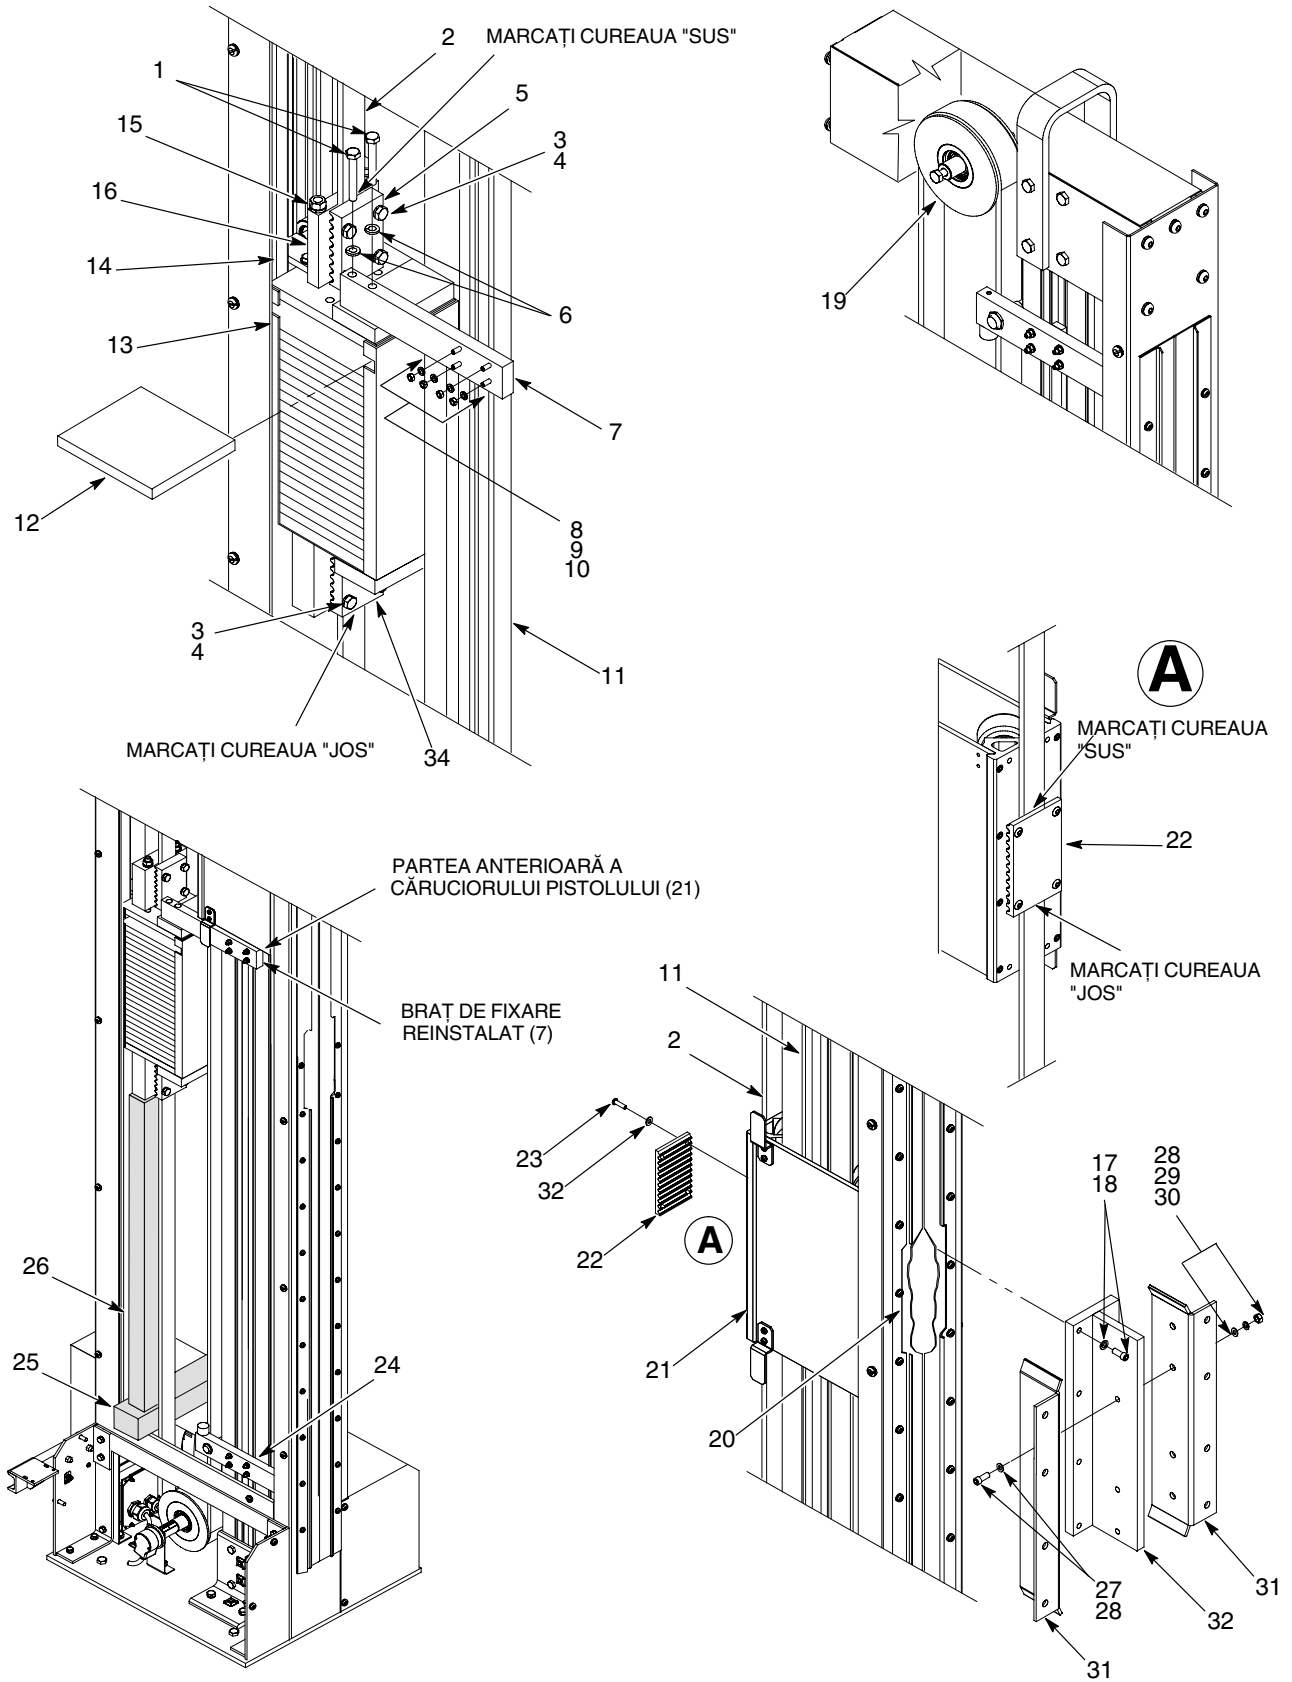

Figura 14 Montarea suportului căruciorului pistolului
4. Demontați pistoalele și suportul barei pistolului de pe placa de montare a pistolului (18).
5. Înregistrați numărul de contragreutăți (8) și scoateți-le din coșul de contragreutăți (7).
6. A se vedea Figura 14. După ce toate pistoalele, suporturile barelor pistoalelor și contragreutățile au fost scoase, realizați următoarele:
- a. Slăbiți piulițele (9) brațului de fixare (7) până când șuruburile cu cap ciocan (8) pot fi rotite la 90 de grade și trase în afara fantelor căii de rulare (11). Demontați șuruburile (1) și șaibe de blocare (6) care fixează brațul de fixare (7) la partea superioară a coșului cu contragreutăți (13). Demontați brațul de fixare (7).
- b. Deplasați manual căruciorul pistolului (21) de-a lungul canelurii (20) până în opritorul clapetei.
7. Scoateți șuruburile tip cruce (27), șaibe de blocare (29), șaibe (28) și piulițele (30) care fixează plăcile suport (31) ale pistolului de blocul de montaj (32).
8. Scoateți șuruburile (17) și șaibe de blocare (18) care fixează blocul de montaj (32) la partea din față a căruciorului pistolului (21).